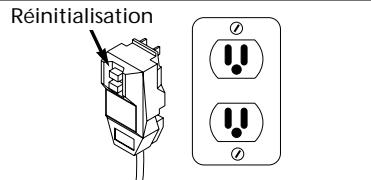

Figure 6 - Prise de terre/réinitialisation
- Branchez le cordon dans une prise mise à la terre de 120 V et appuyez sur le bouton de réinitialisation tel qu'illustré à la figure 6.